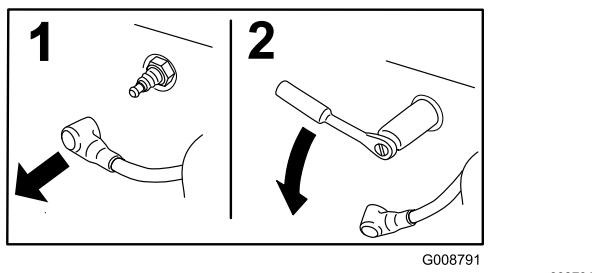

Figura 50
5. Desconecte los tapones de las bujías (Figura 50).